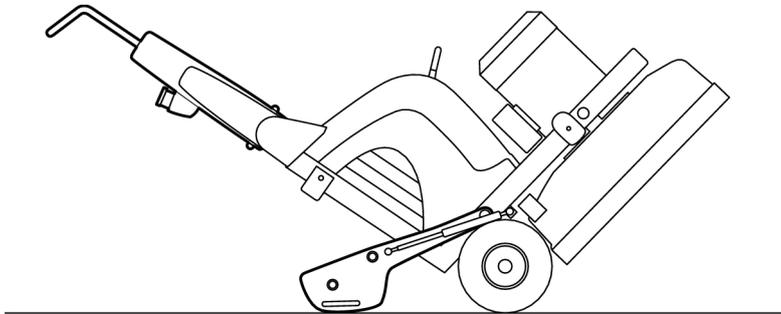

Abbildung 4-10. Nach hinten kippen
3. Kippen Sie die Maschine vorsichtig nach hinten, bis die Gewichte den Boden erreichen, siehe Abbildung 4-10, seite 24.